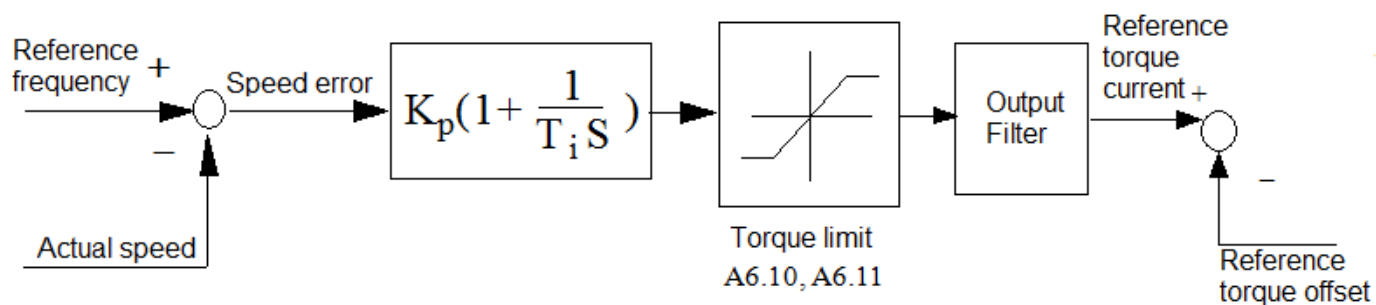

Рис. 6-13 Регулятор скорости
1. Схематично регулятор скорости (ASR) изображен на рис. 6-13. На рисунке K_p - пропорционально усилению P, T_I - интеграл времени I. Когда время интегрирования установлено на 0 ($A5.02 = 0$, $A5.05 = 0$), то интеграл является недействительным и контур скорости — это просто пропорциональный регулятор.